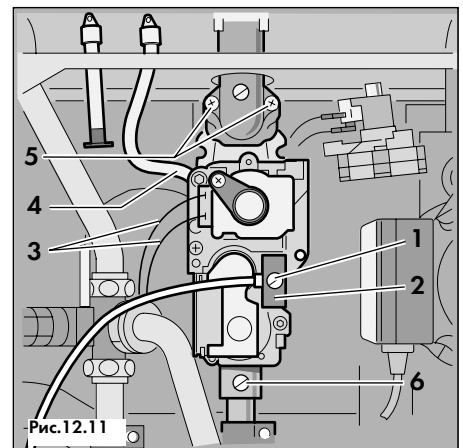

Рис. 12.11
- Выкрутить фиксирующий винт (1, рис. 12.11) и отсоединить штекер (2, рис. 12.11) от оператора газовой арматуры;
- Отсоединить штекеры от выводов (3, рис. 12.11) модуляционного электромагнита;
- Снять импульсную трубку (4, рис. 12.11) со штуцера на операторе газовой арматуры;
- Выкрутить 2 винта (5, рис. 12.11);
- Выкрутить винт (6, рис. 12.11);